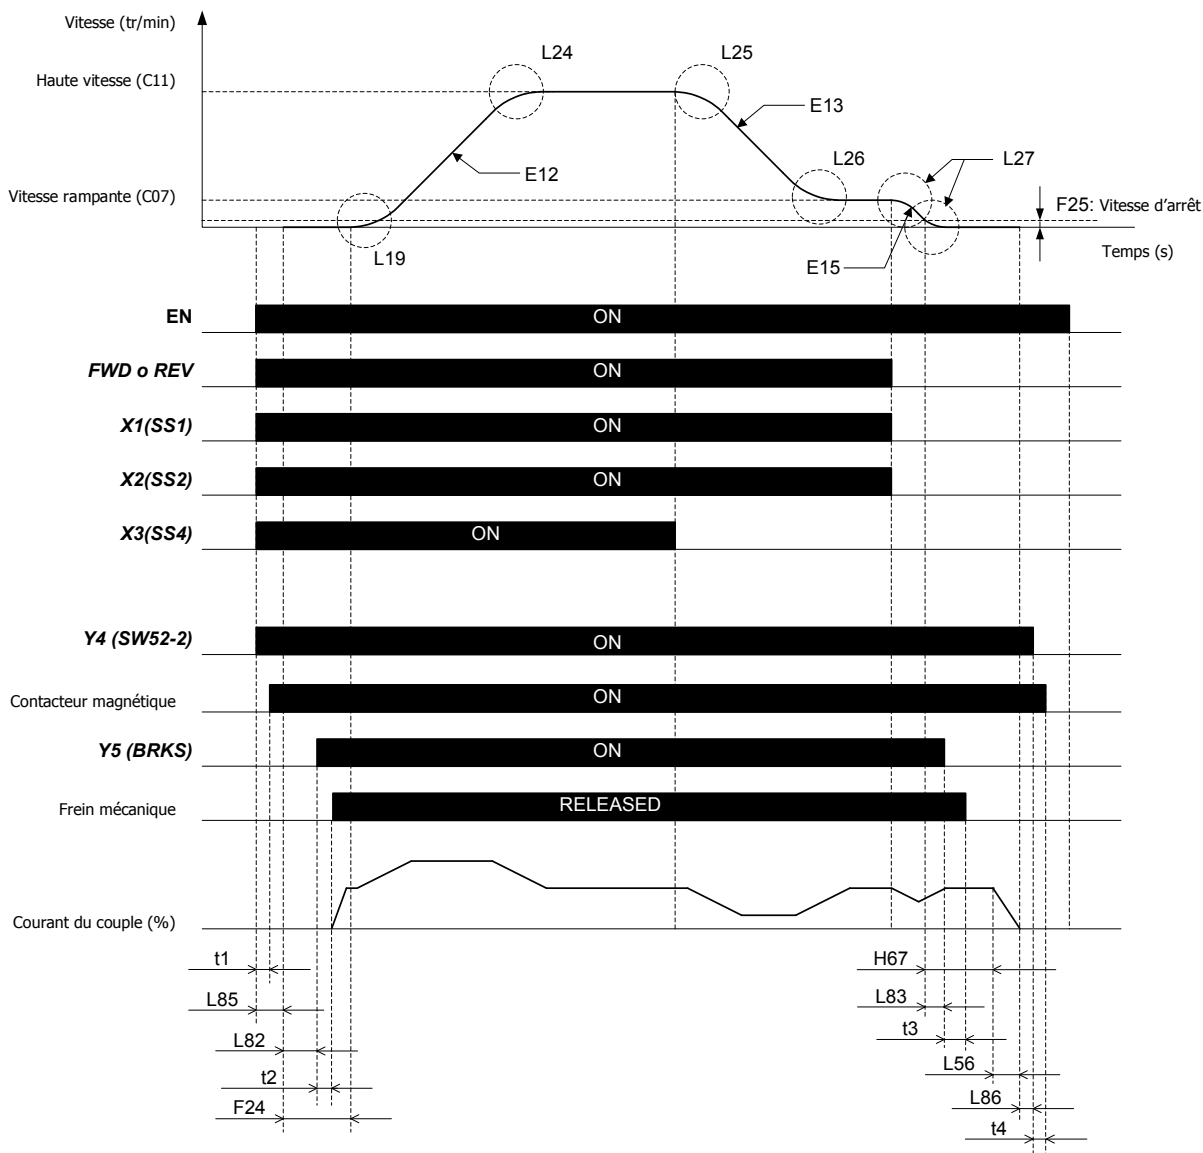

Figure 11.1 : Diagramme des séquences de signaux et des temps d'application en boucle fermée.
La figure 11.1 présente un diagramme de durée complet ainsi que les séquences de signaux en cas d'application en boucle fermée. Elle présente un déplacement standard pour un ascenseur à entrées numériques avec vitesse haute et vitesse rampante. Dans ce cas, les moteurs asynchrones et les moteurs PMS sont équivalents.
- La figure 11.1 est un exemple de déplacement où les signaux des freins et du contacteur principal sont contrôlés par le variateur. Si ces signaux sont contrôlés par la commande de l'ascenseur, les durées peuvent varier.
12. Diagramme de durée des signaux en boucle ouverte (IM)